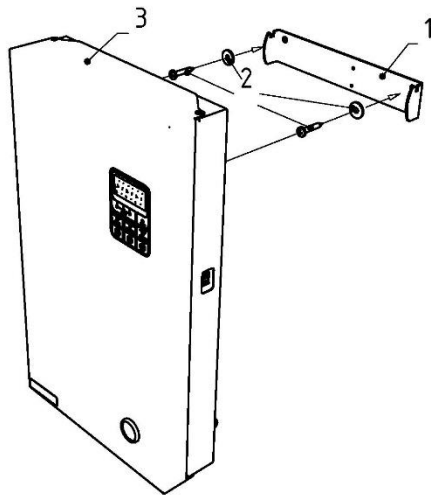

Рис. 7 Монтаж котла на стену
- ✓ Произвести разметку и установить кронштейн (1) (Рис. 7) на поверхности стены в горизонтальном положении. Крепёж (2) подбирается исходя из материала стен.
- ✓ Закрепить прибор (3) на кронштейне (1). Проверить, что между прибором и стеной остался зазор, обеспечивающий естественную циркуляцию воздуха в приборе.